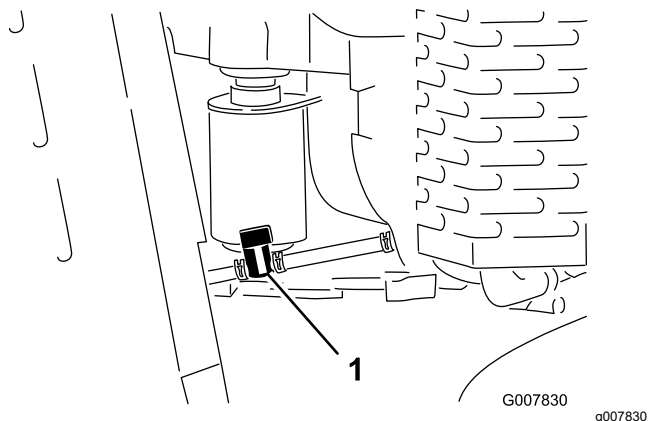

Figura 36
3. Rode a válvula de bloqueio de combustível para a posição fechada (Figura 36).
4. Aperte as extremidades da braçadeira de tubos no lado do motor da válvula em simultâneo e afaste o tubo do combustível da válvula (Figura 36).
5. Puxe o tubo do combustível da válvula (Figura 36).